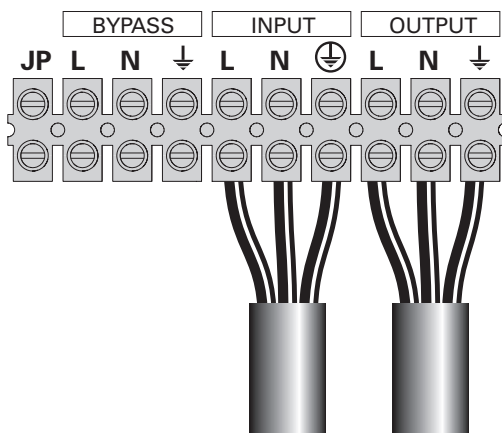

Рисунок 19.
- 1 - Снять металлическую перемычку L-JP (см. Рис. 19).